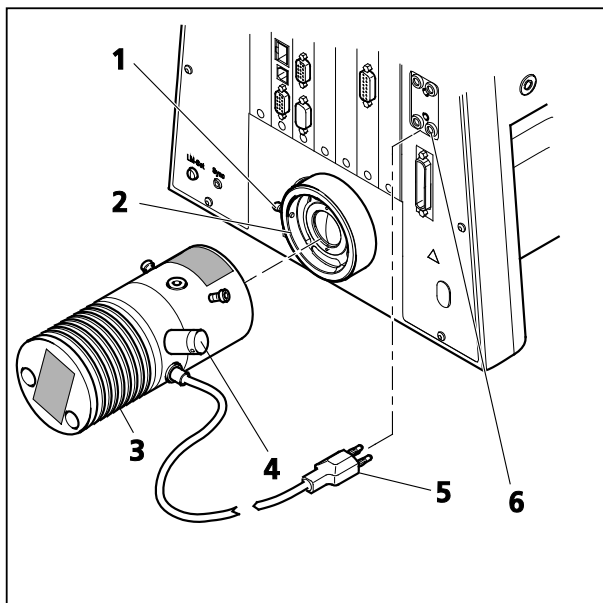

Bild 4 VIS-LED am Durchlichtstutzen des Axio Imager montieren
- Klemmschraube (Bild 4/1) am Durchlichtstutzen (Bild 4/2) bzw. Auflichtstutzen lösen und Halogenleuchte abnehmen.
- VIS-LED (Bild 4/3) mit Ringschwalbe in den Stutzen (Bild 4/2) einführen und unter Verwendung des Kugelkopf-Schraubendrehers SW 3 mit Klemmschraube (Bild 4/1) fixieren.
- 3-poligen Leuchtenstecker (Bild 4/5) in die untere 3-polige Buchse 12 V/100 W (Bild 4/6) für Durchlicht (TL) bzw. die obere Buchse für Auflicht an der Geräterückseite bzw. an einem externen Beistellnetzteil anschließen.
- Bei codierten Stativen Axio Imager den Umschalter Auflicht/Durchlicht auf die Position für Durchlicht (TL) stellen. Bei motorischen Stativen erfolgt die Umschaltung zwischen Auflicht und Durchlicht über Touchscreenbedienung am TFT-Display.